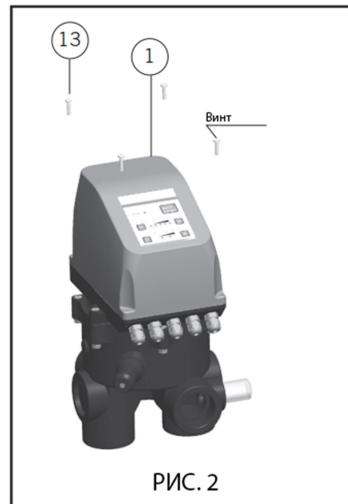
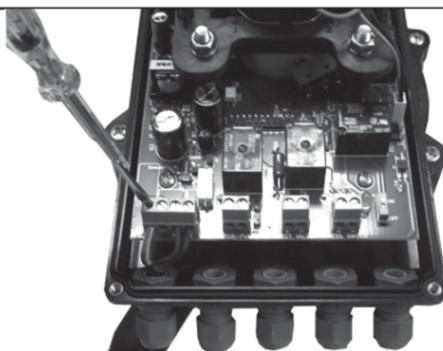

РИС. 2
РИС. 8
Разборка: сначала открутите четыре винта, которые удерживают крышку (1) на месте. (Рис.2). Отсоедините все входные провода от модуля (ПРИЛОЖЕНИЕ 1 - Рисунок 8). ПРЕДУПРЕЖДЕНИЕ: Сначала необходимо удалить все сетевые подключения электропитания.
Установите крышку 1 (рис.2)
3. Снимите крышку 1 (ПРИЛОЖЕНИЕ 1 - Рисунок 2), удалив четыре винта (13), чтобы получить доступ к соединительной плашке.
5. Установите крышку 1 (ПРИЛОЖЕНИЕ 1 - Рисунок 2) и замените ее винтами (13).